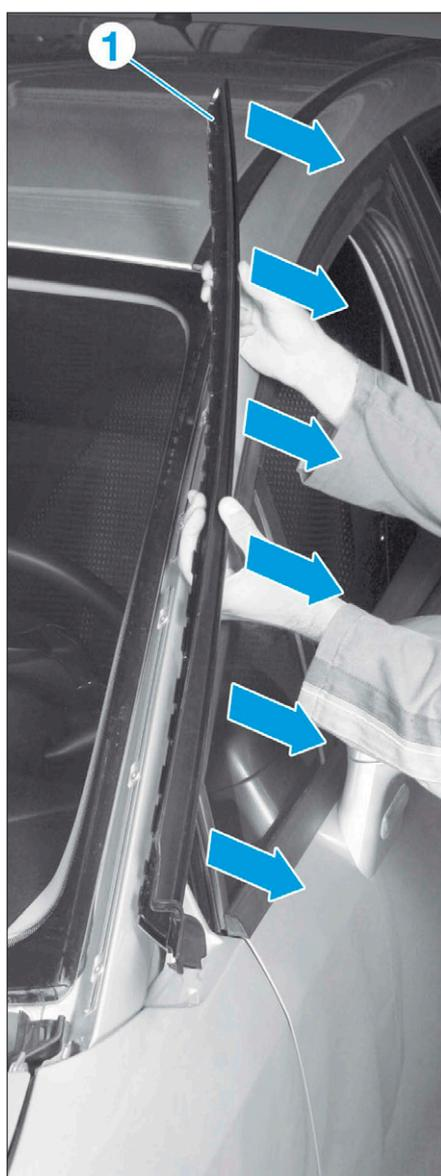

FIG. 79
- Déclipser avec précaution la moulure (1) (Fig.79).